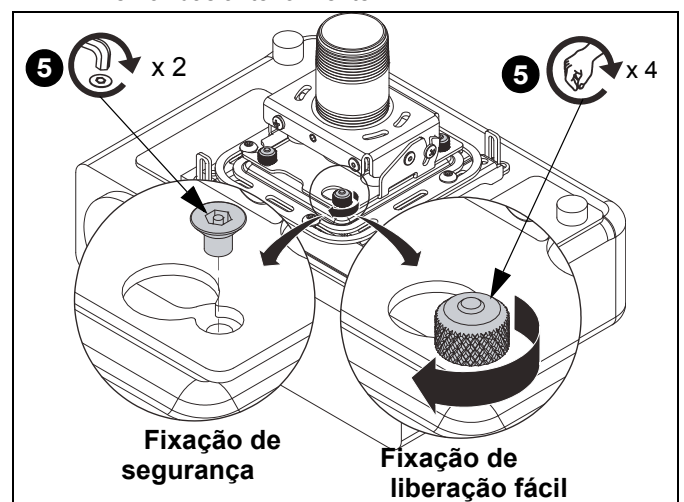

Figura 18
5. Prenda o projetor ao suporte (Consulte a Figura 18):